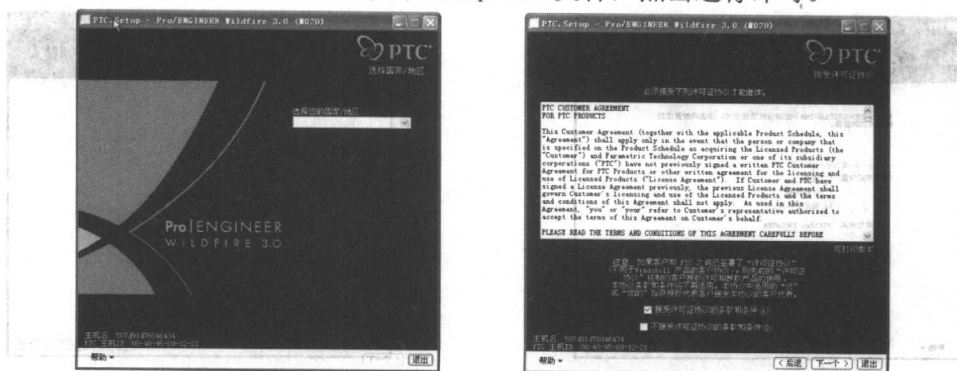
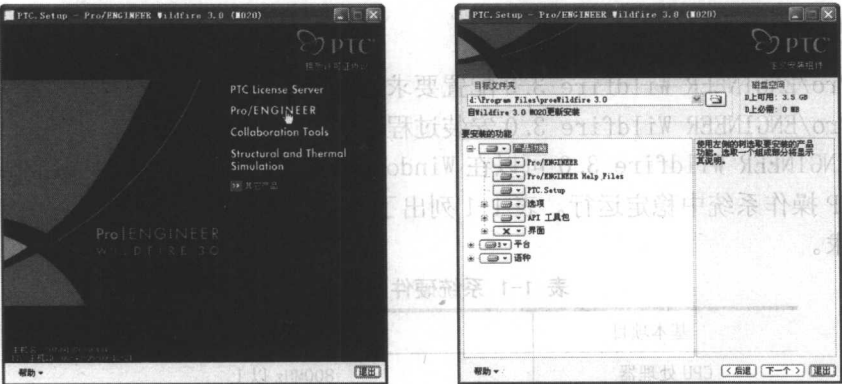

图 1-1 安装程序开始界面
图 1-2 开始安装界面及定义安装组件
- (1) 将 Pro/ENGINEER Wildfire 3.0 的光盘放入光驱,Windows 系统会自动运行安装程序,出现如图 1-1 所示的安装界面,图中矩形框内为用户主机名和网卡号,安装程序会自动识别并显示。。如果光盘不能自动播放,则用鼠标右键点击【开始】>【资源管理器】,左键点击左侧光盘图标,找到光盘中的 setup.exe 文件,点击运行即可。
(2) 在图 1-1 所示界面，选择语言后再要选择安装的模块前点击。进入如图 1-2 所示的对话框设置安装目录，语种与组件，接受默认安装目录或浏览指定到其他目录，若该目录不存在，会询问是否新建此目录？回答：是。选取要安装的组件，单击【下一个】按钮。